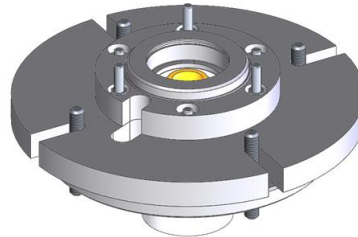

Ilustración 29: Carcasa del cojinete instalada
- Instale la carcasa del cojinete en la placa de fijación mediante los pernos cautivos de la carcasa del cojinete (Ilustración 29).